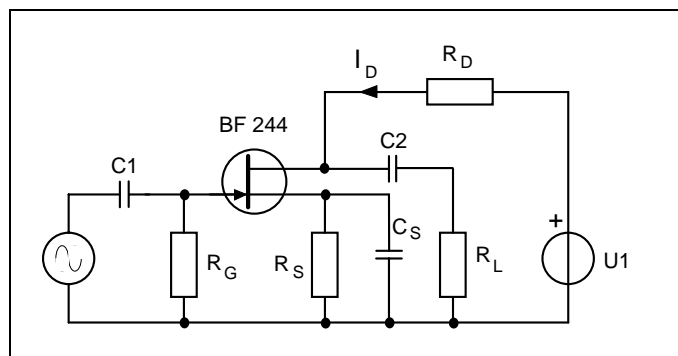

Bild 1: Kleinsignalverstärker
- 2.2. Dimensionieren Sie die passiven Bauelemente eines Kleinsignalverstärkers mit S-FET in der Schaltung nach Bild 1.